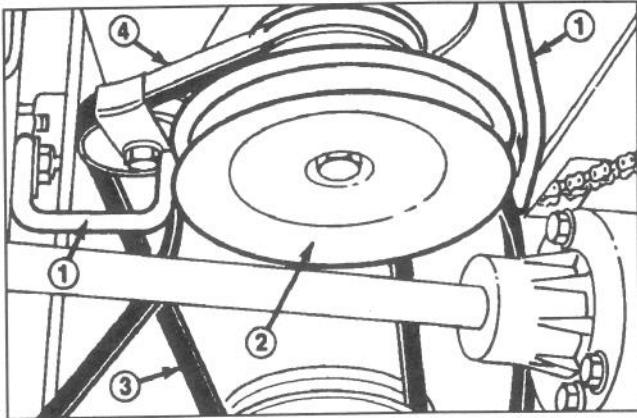

Abbildung 23
2. Die Schnitthöhe auf die niedrigste Einstellung bringen und die Riemenführungen in der Nähe der Motorlaufscheibe lockern. Den Treibriemen von der Motorlaufscheibe entfernen (Abb. 23).
3. Die Befestigungsschraube (1), mit der jede Riemenführung am Mähwerk abgesichert wird, lockern und entfernen. Die Riemenführung von der Spindellaufscheibe wegschwenken und den Riemen entfernen. Den Riemen auf Abnutzung oder Defekte untersuchen (Abb. 23).
4. Die Riemenführungen an der Getriebe-Laufscheibe wieder einsetzen und die an der Motor-Laufscheibe festziehen. Die Riemenhalterung an der Mitläuferscheibe einsetzen, so daß sie, wie in Abb. 23 gezeigt, nach hinten weist.